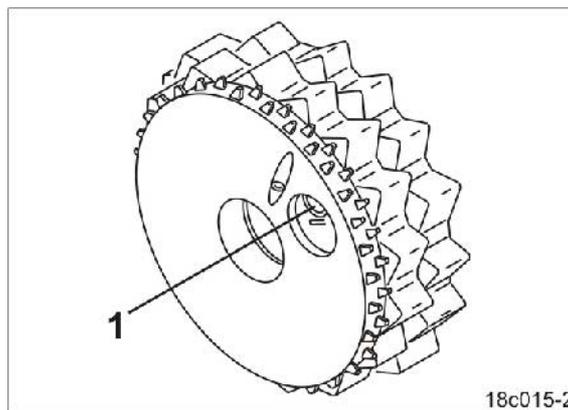

Fig. 119
1. Torcer la rueda sembradora normal manualmente en el eje sembrador hasta que el pasador (Fig. 119/1) en el orificio sea visible.